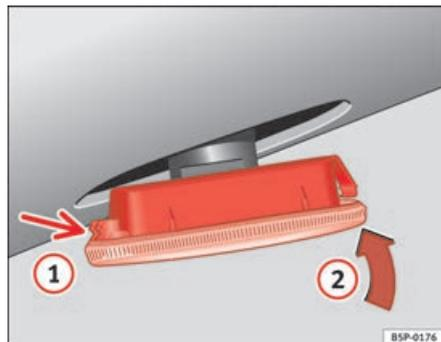

Abb. 198 Seitlicher Blinker
- Setzen Sie den Blinker zuerst in der Aufnahme der Karosserie ein, wobei die Halterungen richtig einrasten müssen ⇒ Abb. 198, Pfeil ①.
- Setzen Sie die Lampe in Richtung Pfeil ② ⇒ Abb. 198 ein. ■